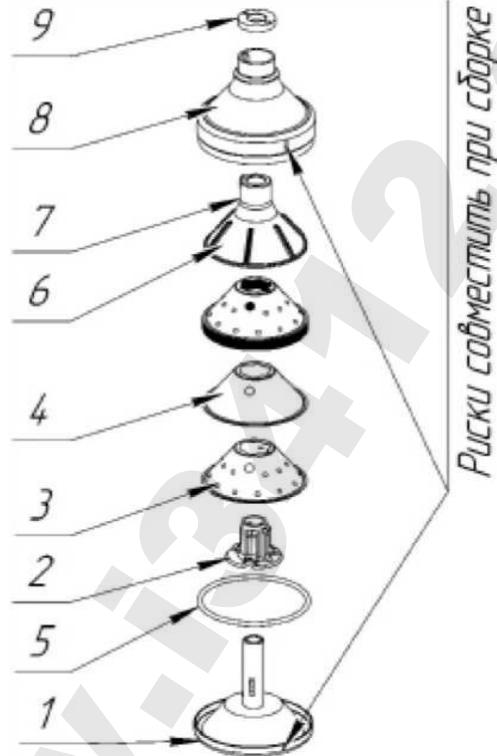

Рис. 4
- устанавливать барабан на вал электродвигателя и приводить его во вращение с не завёрнутой до конца гайкой поз. 9 (рис. 4);
Барабан сепаратора (рис. 4) состоит из основания 1, кольца уплотнительного 5,
6.2 Барабан разобрать, детали его промыть в горячем 2% содовым растворе, ополоснуть тёплой водой, просушить и собрать в следующей последовательности (см. рис. 4):
Внимание! Риски (см. рис. 4) на крышке барабана 8 и основании 1 должны быть совмещены, с целью исключения дисбаланса барабана.